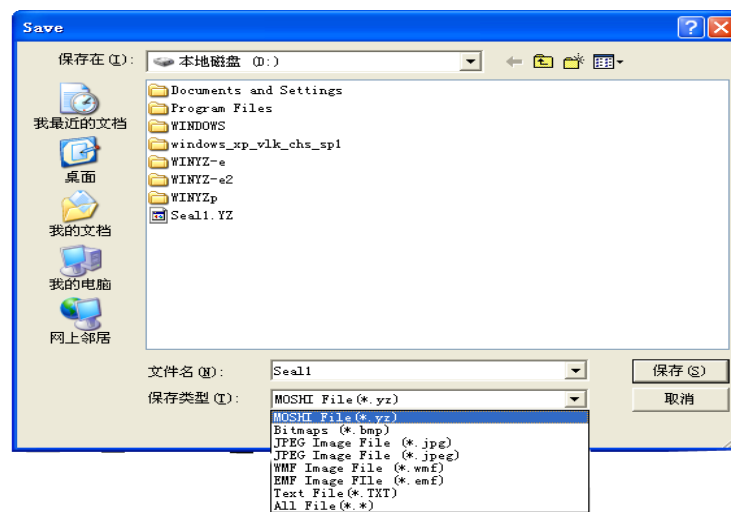

Fig.5-2
3. Économisez: (raccourci F2) Enregistrez le fichier en cours dans le format des fichiers. YZ (fichier joint), ou enregistrer l'image dans le format des fichiers. Bmp. jpg. jpeg (fig. 5-2)